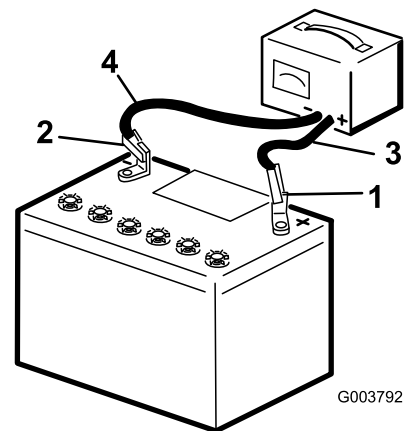

Figura 41
2. Cargue la batería a un ritmo de 3 a 4 amperios durante 4 a 8 horas (Figura 41). No sobrecargue la batería.
3. Cuando la batería esté completamente cargada, desconecte el cargador de la toma de electricidad, luego desconecte los cables del cargador de los bornes de la batería (Figura 41).
1. Usando las fijaciones que retiró anteriormente, conecte el cable positivo (rojo) al borne positivo (+) de la batería (Figura 41).
3. Usando las fijaciones que retiró anteriormente, conecte el cable negativo (negro) al borne negativo (-) de la batería (Figura 41).
- Fije la batería usando la barra y las tuercas de orejeta (Figura 41).